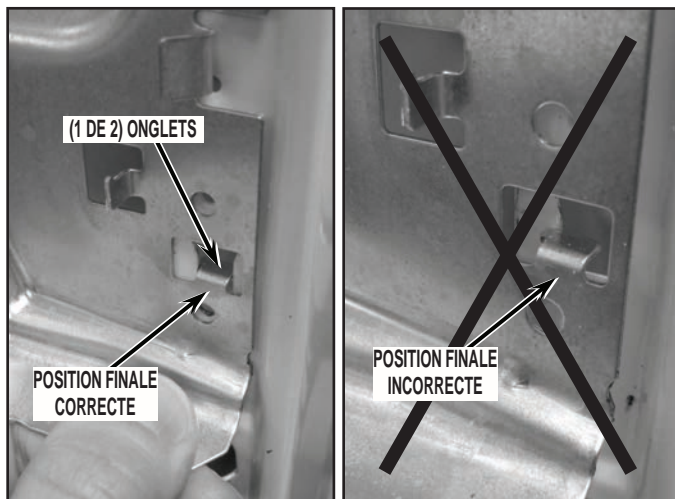

FIGURE 38
- Lors de la réinstallation de la bride supérieure avant, veiller à placer la bride de support centrale (métallique) au-dessus de la bride supérieure avant; voir la *Figure 12B*. Insérer et enfoncer les deux (2) onglets d'accrochage à chaque extrémité de la bride; voir la *Figure 38*. Réinstaller les cinq (5) vis identifiées aux *Figures 12A et 12B*